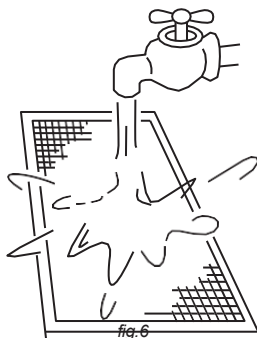

fig.6
- **Când utilizați apă, partea de admisie a aerului trebuie să fie orientată în jos.** (Vezi Fig. 6)